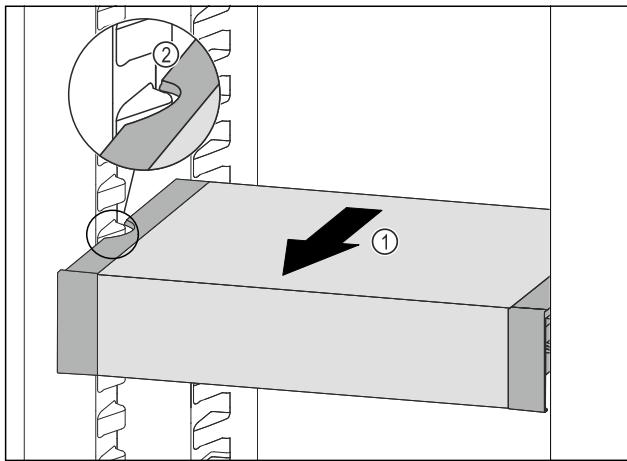

Fig. 98
- VarioSafe tiahajte dopredu Fig. 98 (1), kým sa bočné vybrania VarioSafe nebudú nachádzať vo výške rebra nádoby v chladničke. Fig. 98 (2)